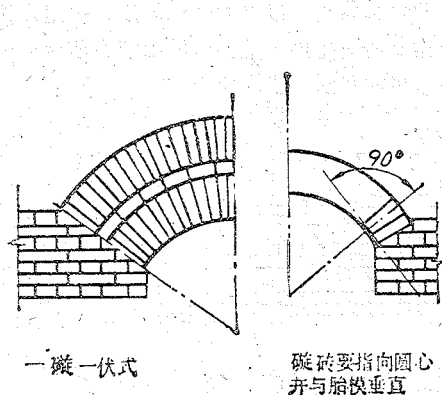

图4 弧形砌立面示意图
**弧形砌** 弧形砌砌法基本与平砌相同，只要注意砌脚的标高一致，拱座的坡度要和胎模垂直，如图4。在一砖以上大跨度的弧形砌，采用一砌一砖的砌法，当发完一层砖砌后即灌浆，然后砌一皮虎砖，再砌上层砌，立缝要错开，缝口要整齐，墙面要干净。